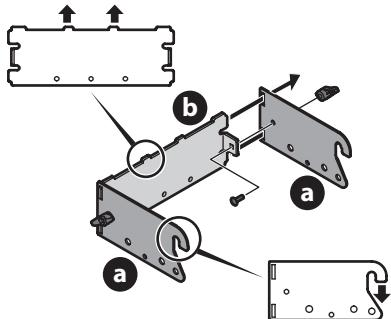

Figure 1
1. Pour assembler le support de montage (689-00304A), fixez les deux supports de montage latéraux (a) au support arrière (b) avec deux boulons de carrosserie (710-0276) et des écrous papillons (720-04122) du kit de quincaillerie (689-02364). Voir Figure 1.
NOTE : Les crochets sur les supports latéraux (a) doivent pointer vers le bas et les languettes sur le support arrière (b) doivent pointer vers le haut. Voir Figure 1.